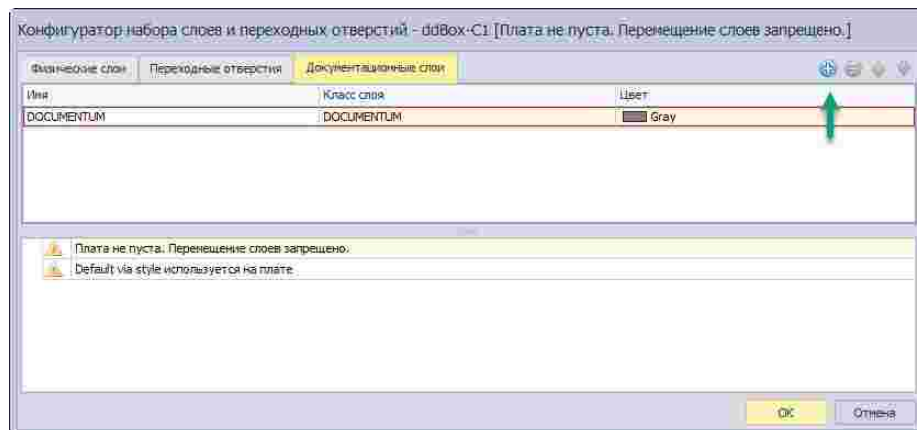

Рис. 25 Добавление документационного слоя
2. Нажать на кнопку добавления нового документационного слоя , которая расположена в верхней правой части окна редактора, см. Рис. 25.